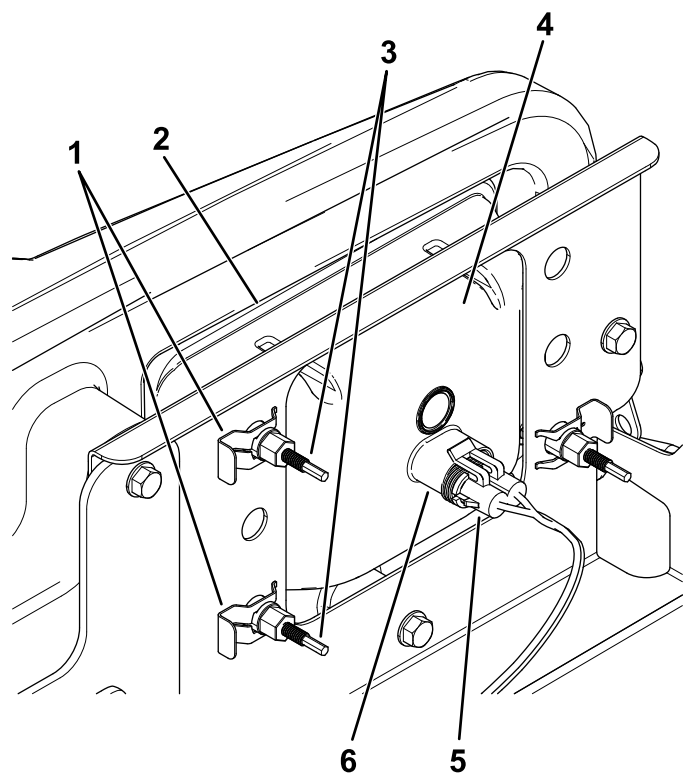

Figura 45
- Deconectai conectorul electric al cablajului de la conectorul ansamblului de lămpi (Figura 45).
- Îndepărtați clemele care fixează farul în consola acestuia (Figura 45).
- Scoateți ansamblul farului deplasându-l în față prin deschiderea din bara de protecție față (Figura 45).
- Instalați farul nou prin deschiderea din bara de protecție (Figura 45).
- Conectați conectorul electric al cablajului la conectorul ansamblului lămpii (Figura 45).
5. În partea din spate a ansamblului farului, rotiți uruburile de reglare (Figura 45) pentru a pivota ansamblul farului și pentru a alinia poziția fasciculului.